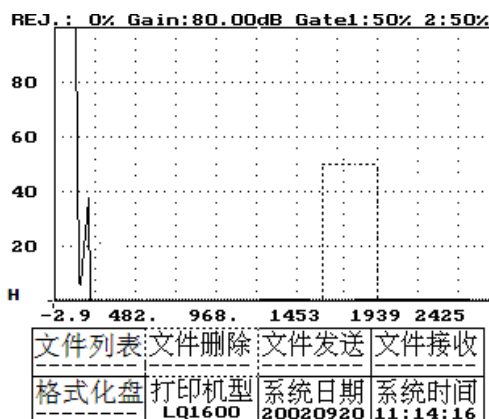

图 26-1
- 4、按方向键——将虚框移到文件删除，如图 26-1 所示。